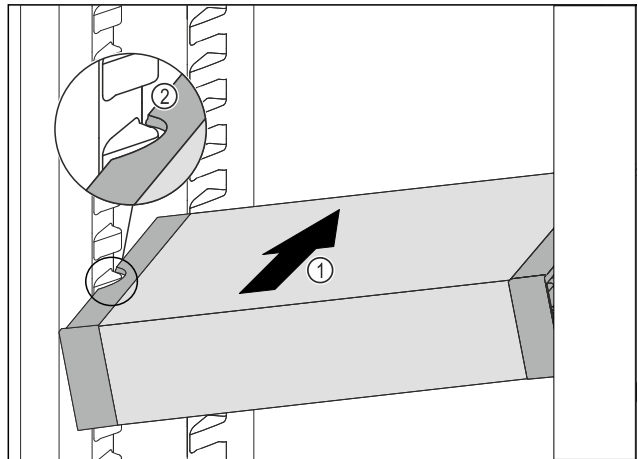

Fig. 56
- VarioSafe schräg in das Kühlteil einschieben Fig. 56 (1), bis sich die seitlichen Aussparungen Fig. 56 (2) des VarioSafes auf Höhe der Behälterrippe im Kühlteil befinden.